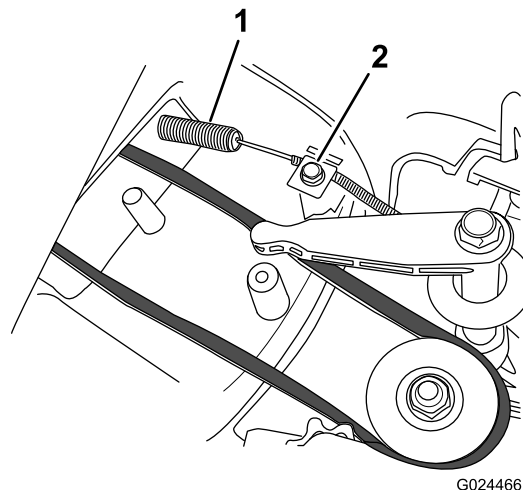

Figure 31
4. Montez le câble de frein de lame neuf, mais ne serrez pas le collier au sommet du carter de la tondeuse (Figure 31).
5. Desserrez la vis du serre-câble (Figure 31).